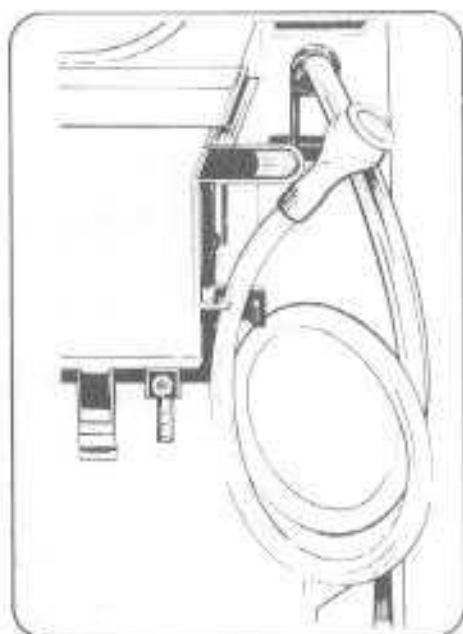

fig. 2
- du tuyau de remplissage : ajuster le tuyau de petit  $\odot$  selon le dessin (fig. 2).